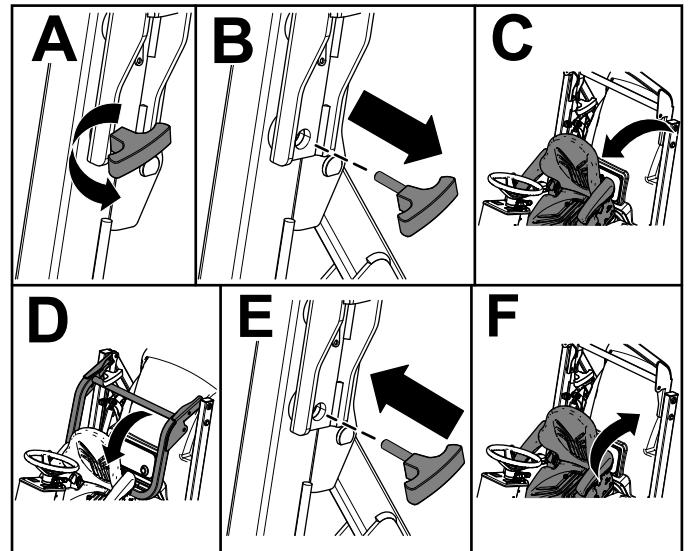

Figura 15
4. Incline o banco para a frente (Figura 15).
5. Remova os pinos do manípulo da barra de segurança (Figura 15).
6. Desça a barra de segurança e prenda-a com os pinos do manípulo (Figura 15).
7. Incline o banco para trás para a posição bloqueada (Figura 15).